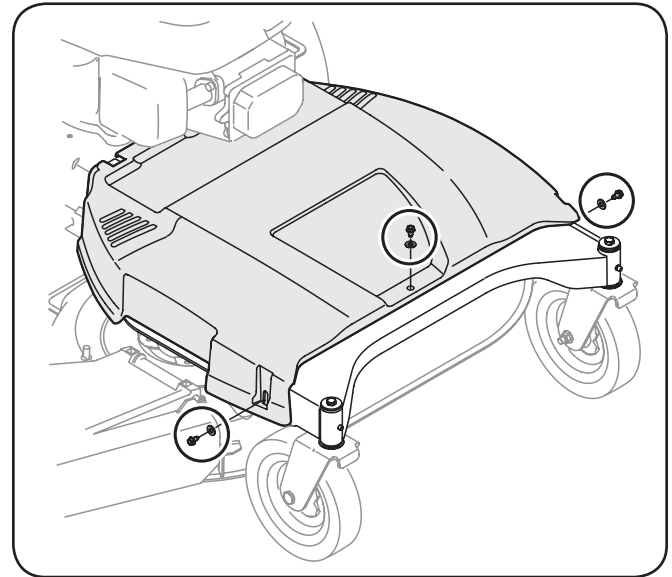

Figure 6-5
1. Para sacar la cubierta de la correa saque los tres tornillos y arandelas que la sujetan al bastidor. Vea Figure 6-5.